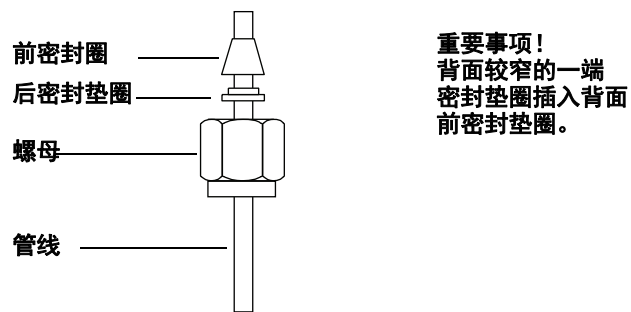

图 11 Swagelok 螺母和密封垫圈
- 1 将 Swagelok 螺母、后密封垫圈和前密封垫圈置于管线中，如图 11 所示。